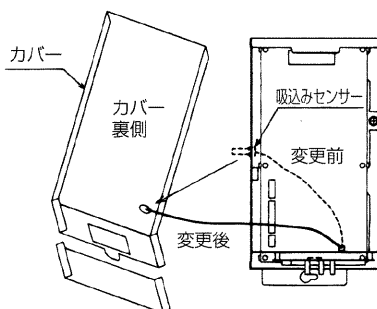

図2
- 制御ボックスカバーを外しボックスに取付けてある吸込センサーをカバーに付換えてください。(図2)